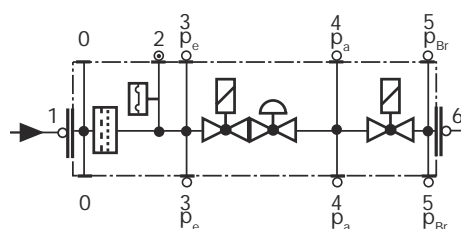

Fig. 26
- Cambiar el filtro cuando  $\Delta p$  entre las tomas de presión 1 y 3 sea  $> 10$  mbar (Fig. 26).
- Cambiar el filtro cuando  $\Delta p$  entre las tomas de presión 1 y 3 (Fig. 26) sea dos veces mayor que el valor registrado durante el último control.